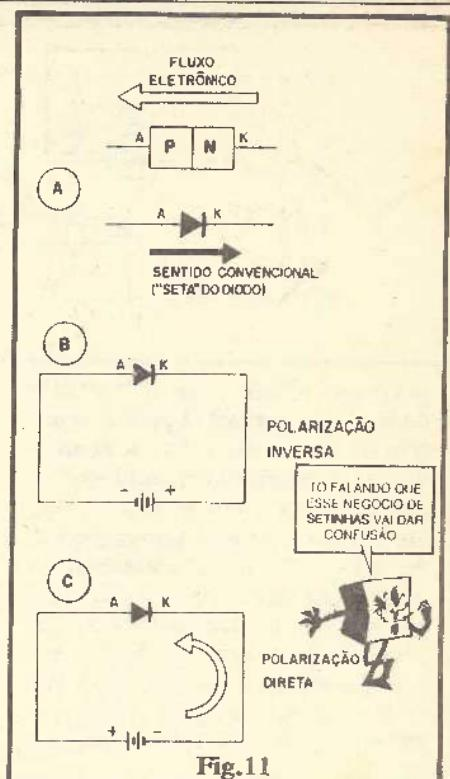

Fig.11
- FIG. 11 - Resumo: sempre lembrando que a seta do símbolo do diodo aponta no sentido "convenional" da corrente, enquanto que o fluxo eletrônico se dá no sentido oposto (11-A), se o **anodo** (A) do diodo estiver **negativo** em relação ao **catodo** (K) conforme mostra 11-B, a **POLARIZAÇÃO** é **INVERSA** e a passagem da corrente está "proibida"; já se o **anodo** (A) estiver **positivo** em relação ao **catodo** (K), a **POLARIZAÇÃO** será **DIRETA**, e a corrente é "permitida". As figs. 11-B e 11-C ilustram às polarizações.